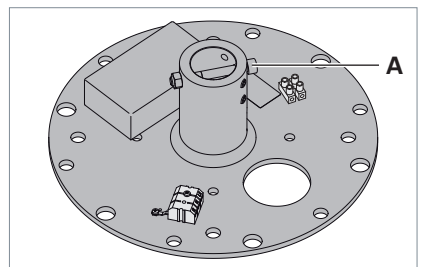

Fig. 3: Schraube am Deckenhalter entfernen.
- ▶ Entfernen Sie die Schraube **A** am Deckenhalter, siehe Fig. 3.